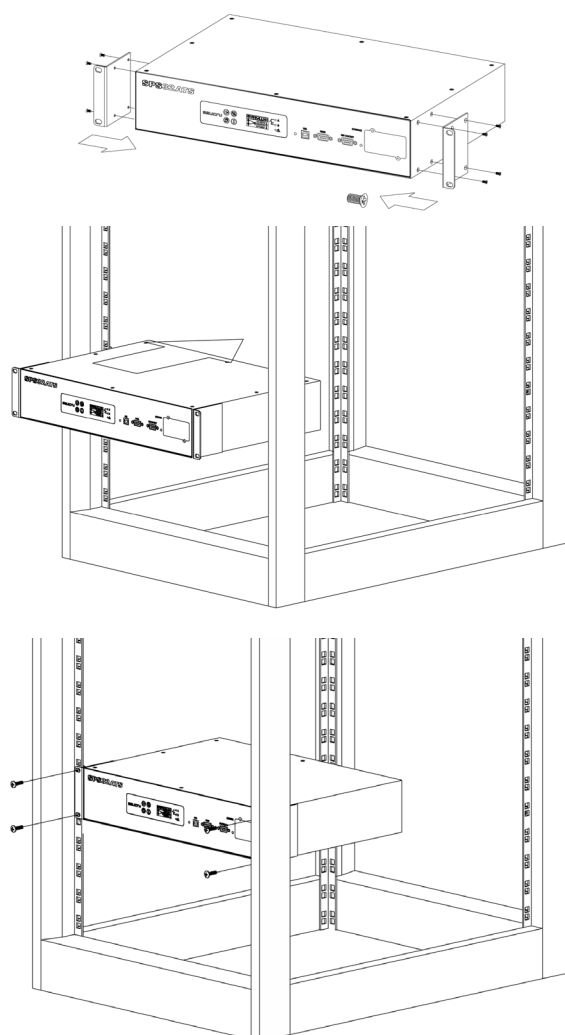

Fig. 4. Exemplo de montagem do equipamento em armário *rack* de 19".
- Proceda do seguinte modo (ver Fig. 4):